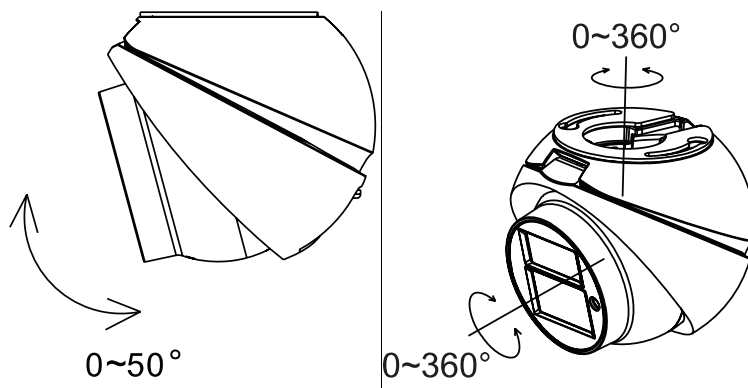

Рис. 2.7. Регулировка в трех плоскостях
10. Отрегулируйте положение видеокамеры, как показано на Рис. 2.7, чтобы получить нужный угол поля зрения.